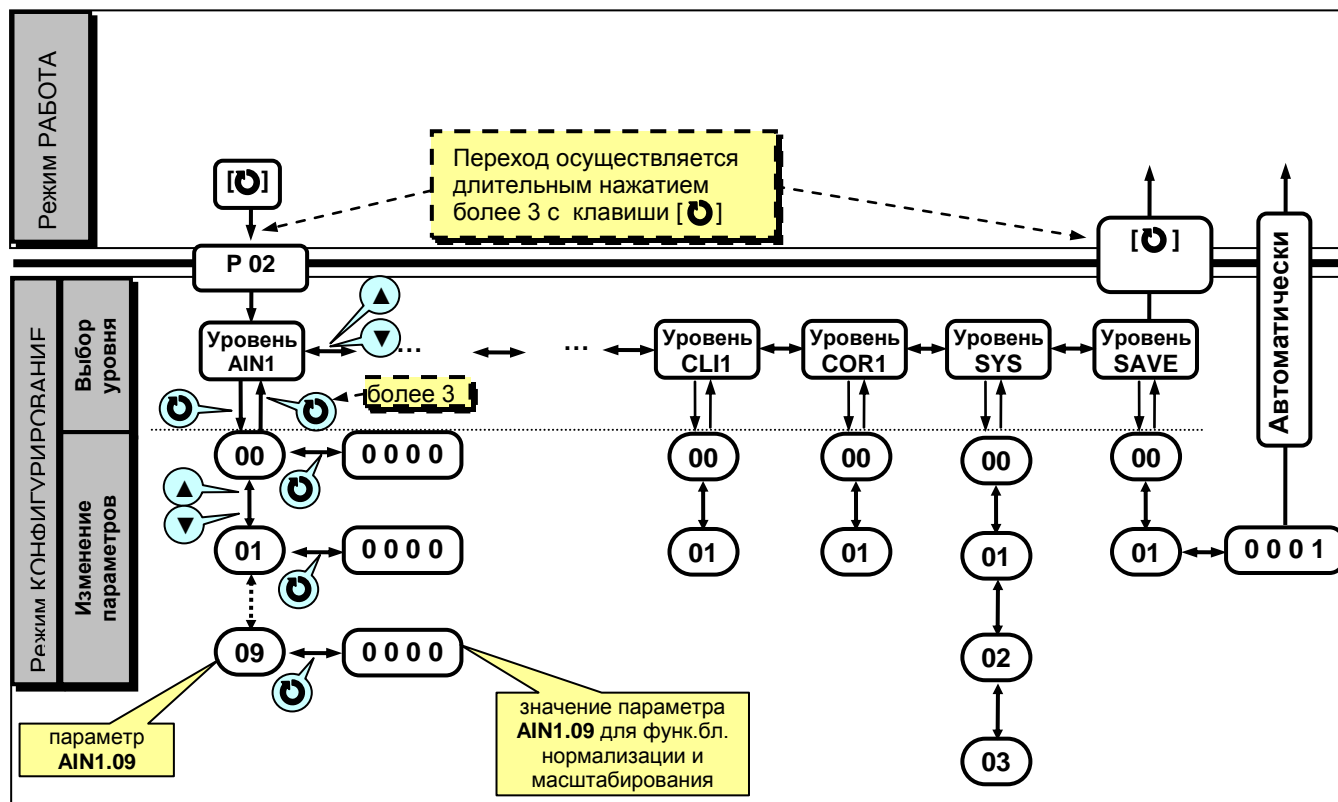

Рисунок 4.7.1 - Диаграмма уровней конфигурации и настроек
4.7.2 Параметры разделены по группам, каждая из которых называется "уровень". Каждое заданное значение (элемент настройки) в этих уровнях называется "параметром". Параметры, используемые в преобразователе БПВИ-10, сгруппированы в 13 уровней и представлены на диаграмме (рисунок 4.7.1).
В дальнейшем по тексту руководства идет ссылка на параметр в виде XXXX.YY (например ALRM.00), где XXXX – название УРОВНЯ, а YY – номер пункта меню (смотри рисунок 4.7.1).